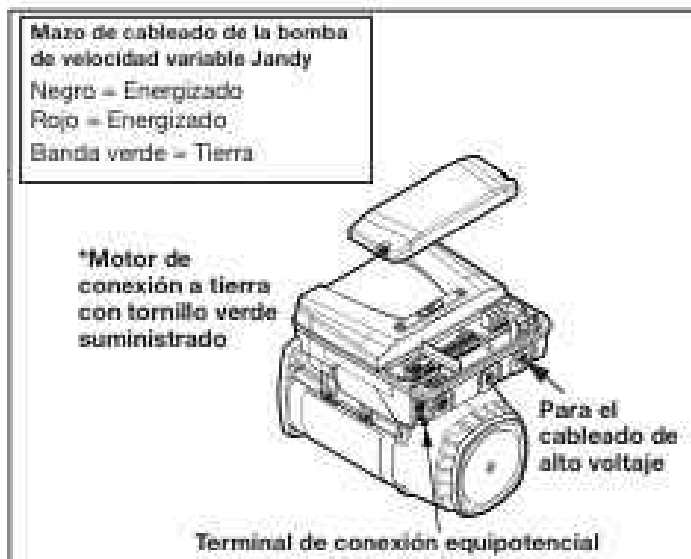

Figura 10. Conexión equipotencial externa de Jandy
6. Conecte a tierra el motor de manera permanente con el cable de conexión a tierra verde, como se muestra en la Figura 10. Utilice el tamaño y el tipo correctos de cable, según lo que especifican National Electrical Code (NEC) y Canadian Electrical Code (CEC). Asegúrese de que el cable de conexión a tierra esté conectado a una tierra de servicio eléctrico.
7. Conecte equipotencialmente el motor a la estructura de la piscina en conformidad con National Electrical Code (NEC) y Canadian Electrical Code (CEC). Utilice un conductor de cobre macizo n.º 8 AWG o más grande (IEE, UU.). Tienda un cable desde la terminal de conexión equipotencial a la estructura de conexión equipotencial de la piscina, como se muestra en la Figura 10.
8. Conecte los cables rojo y negro de la bomba a las dos conexiones del lado de la línea en el relé de la bomba del filtro, como se muestra en la figura 10.